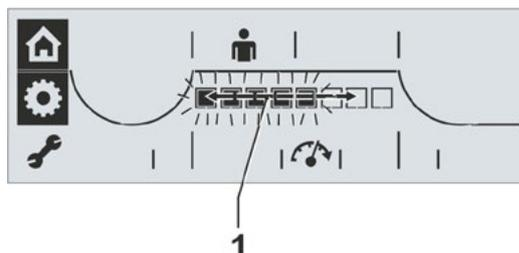

Fig. 2: Modifica livello velocità/tempo di attuazione
2. Premere il Drive Controller. I segmenti neri nella scala lampeggiano (fig. 2).
3. Ruotare il Drive Controller e selezionare il livello di velocità/tempo di attuazione desiderato. La scala indica il livello selezionato (fig. 2, pos. 1).